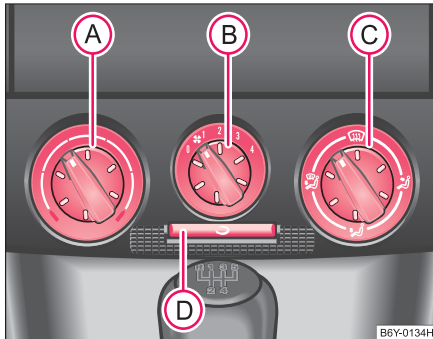

Abb. 78 Heizung:
- Drehen Sie den Drehregler **A** ⇒ Abb. 78 nach rechts, um die Temperatur zu erhöhen.
- Drehregler **(A)** → Seite 88, Abb. 78 bis zum Anschlag nach rechts
- Drehregler **(A)** → Seite 88, Abb. 78 bis zum Anschlag nach links
- Drücken Sie die Taste , das Tasten-Symbol  leuchtet auf ⇒ Seite 88, Abb. 78.
Wenn der Luftverteilungsregler **C** in der Position  ⇒ Seite 88, Abb. 78 ⇒ Seite 88, Abb. 78 steht, wird der Umluftbetrieb automatisch ausgeschaltet.
Aus allen Luftaustrittsdüsen strömt je nach Stellung des Drehreglers **A** ⇒ Seite 88, Abb. 78 erwärmte oder nicht erwärmte Luft.